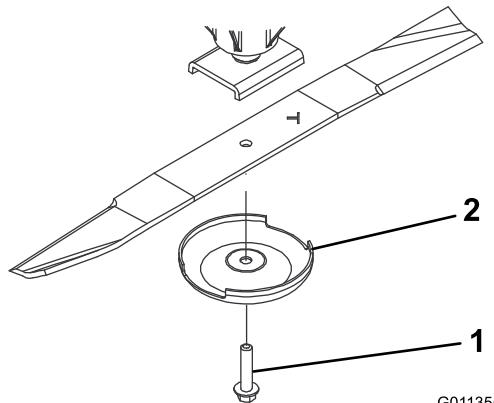

Figura 65
2. Sujete el extremo de la cuchilla usando un paño o un guante grueso. Retire del eje de la cuchilla el perno de la cuchilla, el protector de césped y la cuchilla (Figura 65).
3. Instale la cuchilla, con la vela hacia la carcasa de corte, con el protector de césped y el perno de la cuchilla (Figura 65). Apriete el perno de la cuchilla a 115–149 N·m.
Si se permite que la cuchilla se desgaste, se formará una hendidura entre la vela y la parte plana de la cuchilla (Figura 65). Con el tiempo, una parte de la cuchilla puede desprenderse y ser arrojada desde debajo de la carcasa, posiblemente causando lesiones graves a usted o a otra persona.